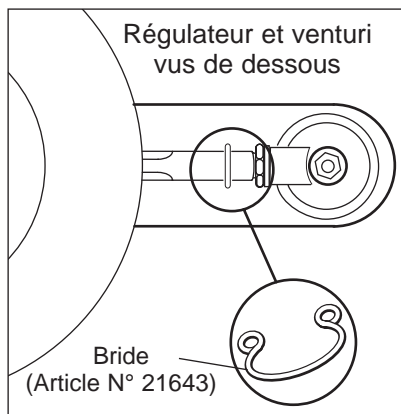

Figure 11
1. Retournez le corps du gril à l'envers. Observez la figure 11 et localisez la bride qui retient le venturi au régulateur. Ôtez la bride en la tirant vers le haut et mettez-la de côté.